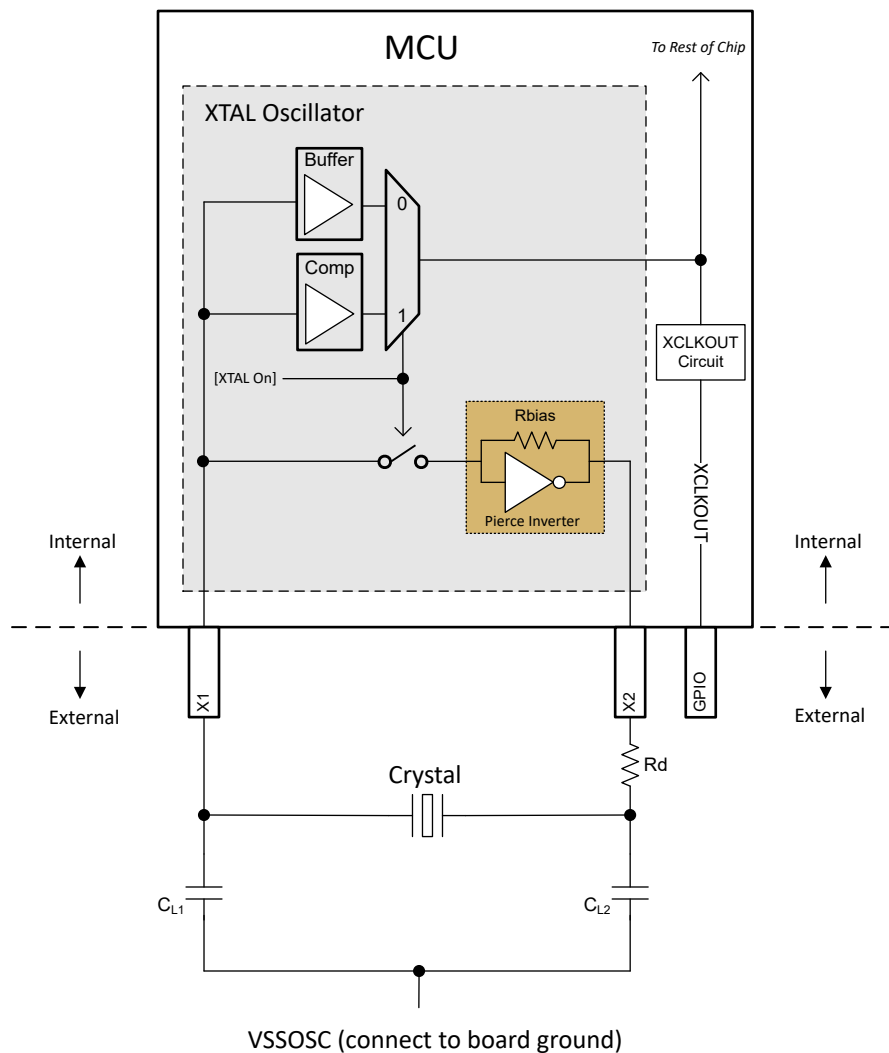

図 6-11. 電気発振回路のブロック図
このデバイスの電気発振回路は、ピアス発振器です。これは正帰還インバータ回路であり、発振するためにはチューニング回路が必要です。この発振器に適合する水晶振動子と組み合わせると、タンク回路が形成されます。このタンク回路は、水晶振動子の基本周波数で発振します。このデバイスでは、発振器は、並列容量 (C0) および必要な負荷容量 (CL) によって、並列共振モードで動作するように設計されています。図 6-11 に、電気発振回路とタンク回路の部品を示します。
図 6-11 によれば、CL1 と CL2 が直列になっているので、水晶振動子から見た等価合計容量を求めるには、静電容量の直列式を適用して、CL1 = CL2 の場合、単純に [CL1]/2 と計算する必要があります。